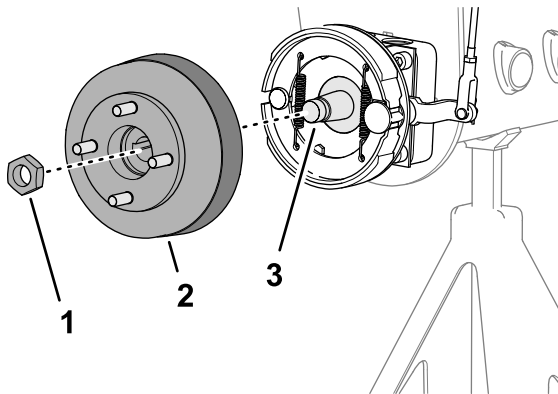
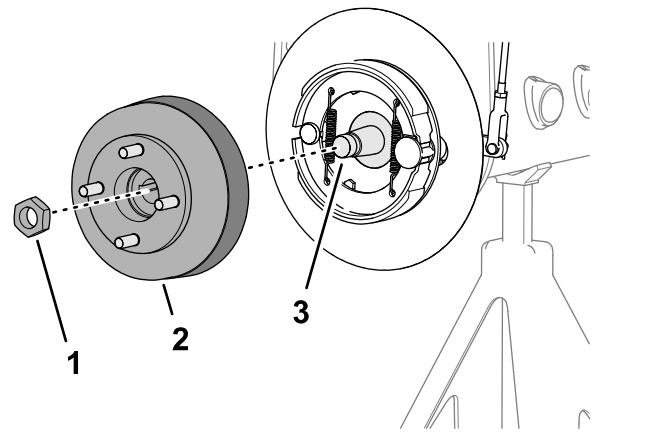

Figura 64
Figura 65
- Retire la contratuerca que sujeta el cubo al eje del motor de rueda (Figura 64 o Figura 65).
- Utilice el extractor de cubos de rueda especificado para retirar el cubo de la rueda y el tambor de freno del eje del motor de rueda (Figura 64 o Figura 65).